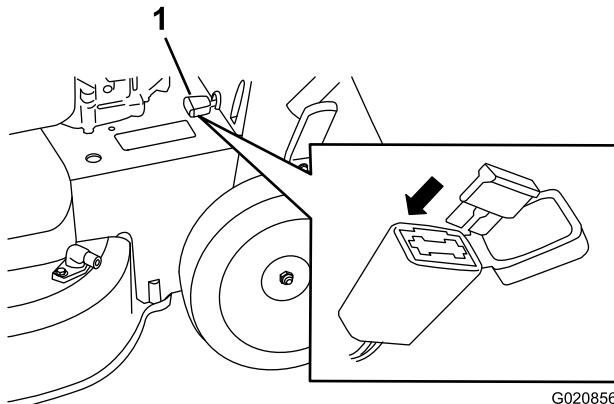

Figura 35
1. Abra o porta-fusíveis selado e substitua o fusível (Figura 35).